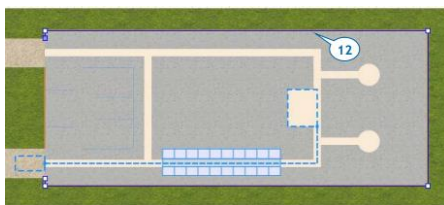

Рисунок 12.7 – Графічний редактор
- двічі клацніть на точці, де потрібно припинити малювання стіни (рис. 12.7).